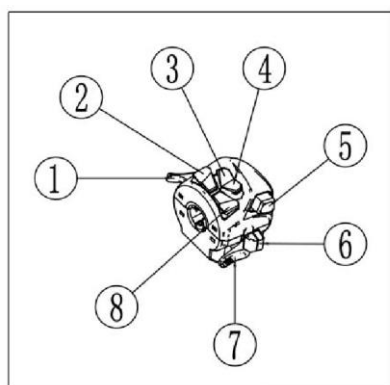

Рис. 9
4.5 Левый блок рулевых переключателей (Рис. 9)